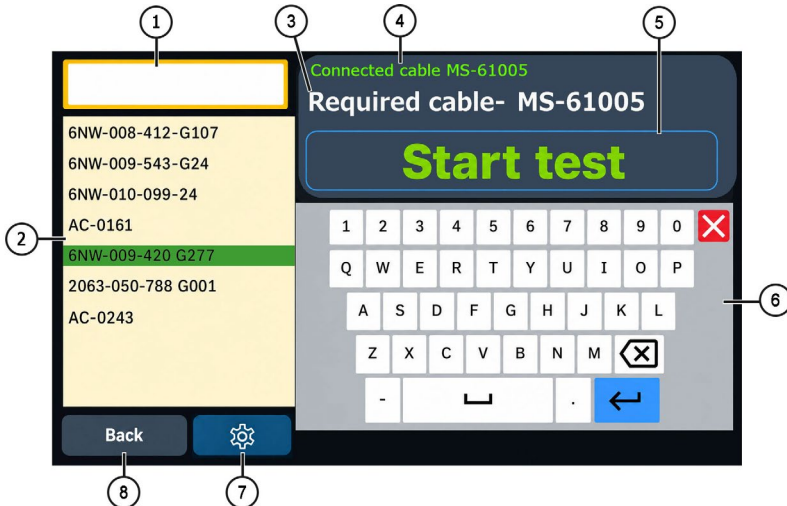

Рисунок 9. Меню пошуку актуатора в базі даних
1.1. Вікно меню **Database** (див. рис. 9) містить: